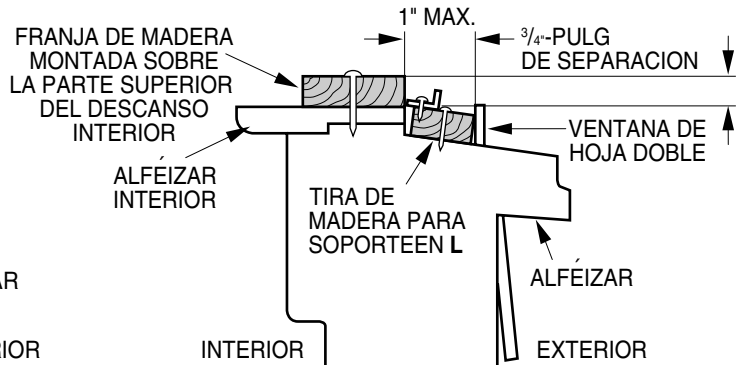

Fig. 5-2
2. Si hay interferencia de una ventana para tormenta, instale una tira de madera de 2 pulgadas de ancho al alféizar interior de la ventana y a todo lo ancho. La tira de madera debe ser lo suficientemente gruesa para elevar la altura del alféizar de la ventana de modo que la unidad pueda ser instalada sin interferencia del marco de la ventana de tormenta. Ver Fig. 5-2. La parte superior de la tira de madera debe estar aproximadamente 3/4 de pulgada más alta que el marco de la ventana para tormenta (EN MARCO DE VENTANA DE TORMENTA) o que las tiras de madera (EN EL EXTERIOR) para ayudar a que la condensación drene correctamente hacia afuera.